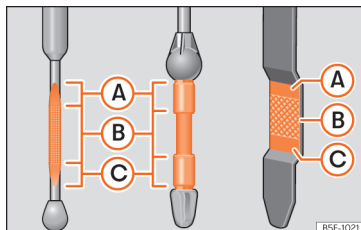

Рис. 215 Масляний щуп.
Пояснення >>> **рис. 215:**
- Вдруге витягніть щуп і перевірте рівень моторної оливи >>> **рис. 215**. За необхідності долейте моторну оливу.
- Коли рівень моторної оливи досягне щонайменше зони >>> **рис. 215 (B)**, старанно закрийте кришку горловини >>> **(1)**.